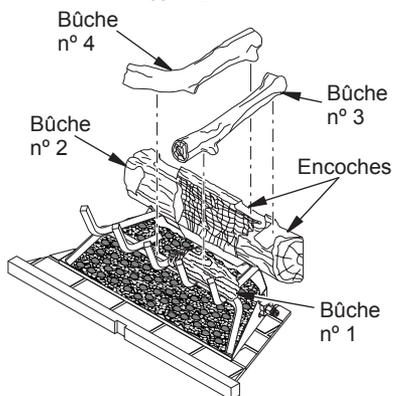

Figure 26 - Installation des bûches n° 3 et n° 4
3. Placez la bûche n° 3 dans l'encoche de la bûche n° 2, en faisant reposer l'extrémité avant sur le dessus de la bûche n° 1 (voir figure 26).
4. Placez l'extrémité supérieure de la bûche n° 4 dans l'encoche de la bûche n° 2, tel qu'illustré à la figure 26. Faites reposer l'extrémité inférieure de la bûche n° 4 sur